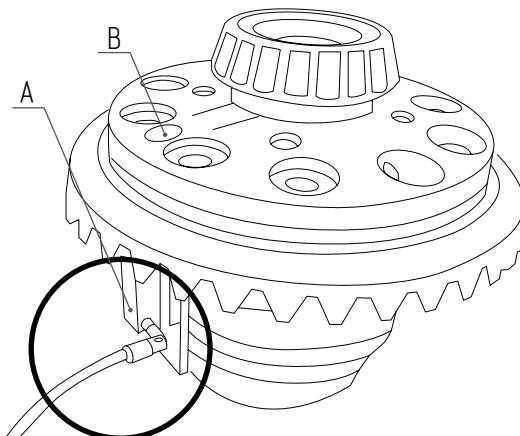

Рис. 9
- Крышка корпуса дифференциала имеет 2 проточки для съёмника подшипника. Актуатор **A** [2.2] расположите на одной линии с болтом крепления главной пары (и проточкой) **B** (Рис. 9).